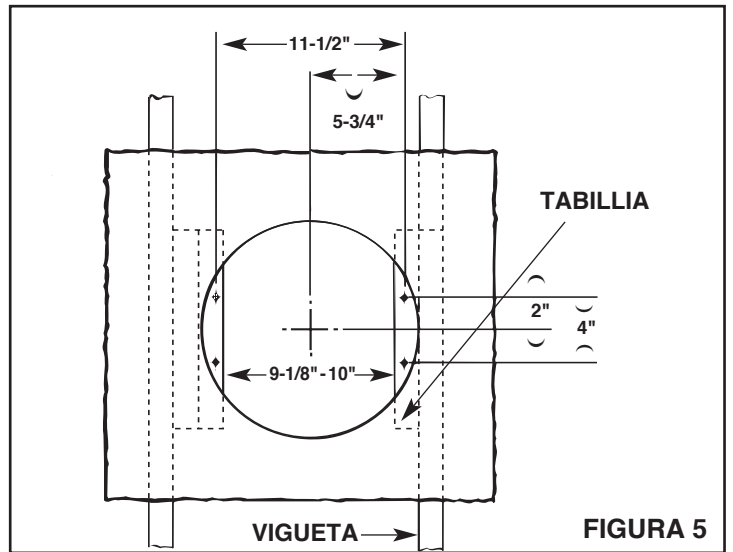

FIGURA 5
7. Refiérase a la **Figura 5**. Instale tablillas de 2 x 4 a ambas viguetas del techo. En algunos casos puede ser necesario utilizar más de una sola tablilla en un lado. La distancia entre las tablillas debe ser al menos de 9" pero no más de 10".